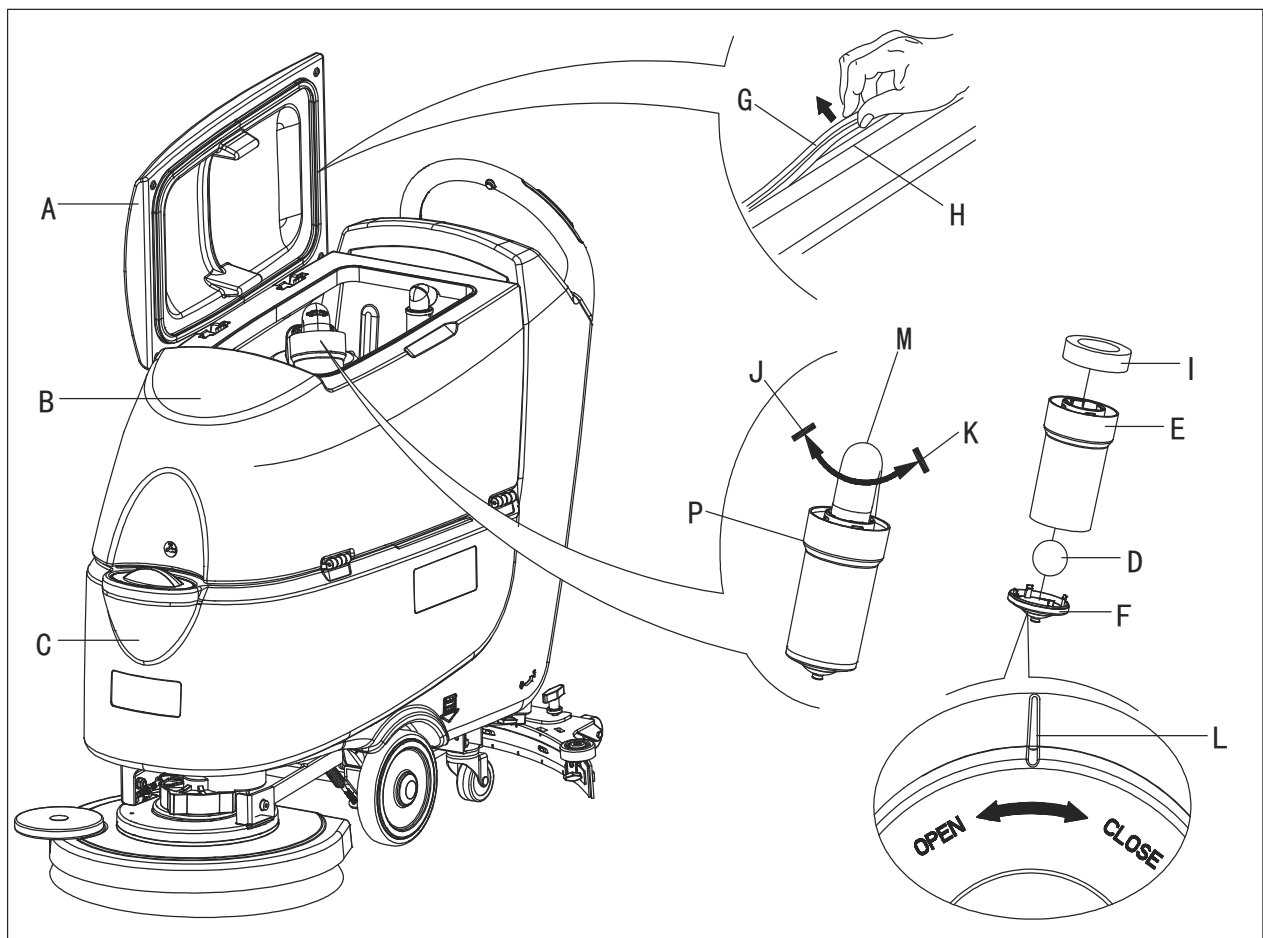

Abbildung 23
2. Stellen Sie sicher, dass die Maschine ausgeschaltet ist und der Zündschlüssel (54) abgezogen wurde.
3. Drehen Sie den Schmutzwassertankdeckel (A, Abb. 23) in die 90-Grad-Position, wo er vom Tank abgenommen werden kann und nehmen Sie dann den Schwimmerkugelfilter (P) aus dem Tank.
4. Drehen Sie den Schmutzwassertankdeckel (A), den Schmutzwassertank (B), den Reinwasserbehälter (C) und die Schwimmerkugel Filterstützrahmen (E). Entleeren Sie den Schmutzwassertank über den Ablaufschlauch (22).
5. Öffnen Sie bei Bedarf die untere Abdeckung (F) des Schwimmerkugelfilters mithilfe der Symbole "AUF" und "ZU", wie in (Abb. 23) gezeigt, und reinigen Sie die Schwimmerkugel (D), den Filterstützrahmen (E) und den Filterschwamm (I). Fixieren Sie nach der Reinigung die Schwimmerkugel (D) im Filterstützrahmen (E) und richten Sie die Markierungsrille (L) der Bodenkappe (F) des Schwimmerkugelfilter an der Markierungsrille (L) des Schwimmerfilterstützrahmens (E) aus. Schrauben Sie die Bodenkappe des Schwimmerkugelfilter fest und befestigen Sie den Filterschwamm (I) auf dem Schwimmerfilterstützrahmen (E). Schließen Sie ihn abschließend am Abwasser-Augschlauch (M) an.
7. Überprüfen Sie die Kontaktfläche der Dichtleiste (G) auf Integrität und ausreichende Abdichtung. Nehmen Sie die Dichtleiste ggf. aus der Tankrinne (H) und tauschen Sie sie aus. Bringen Sie die neue Dichtleiste wie in (Abb. 23) gezeigt an. Das Gelenk muss wieder im mittleren Bereich befinden.
8. Schließen Sie den Schmutzwassertankdeckel (A).